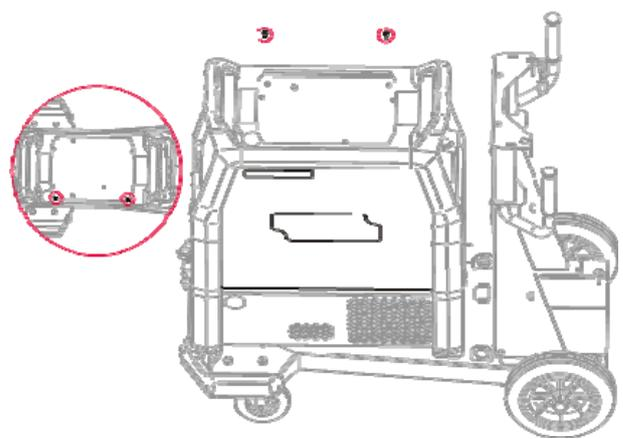

Abbildung 5
- Das Seitenblech anbringen (Abbildung 5).
- Montieren Sie das Seitenblech mit den beiden M5x20-Schrauben (Abbildung 5).